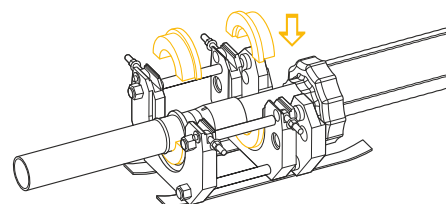

Рис. 4.6.6
- Установить в обжимное устройство упорные вставки необходимого размера (рис. 4.6.6).